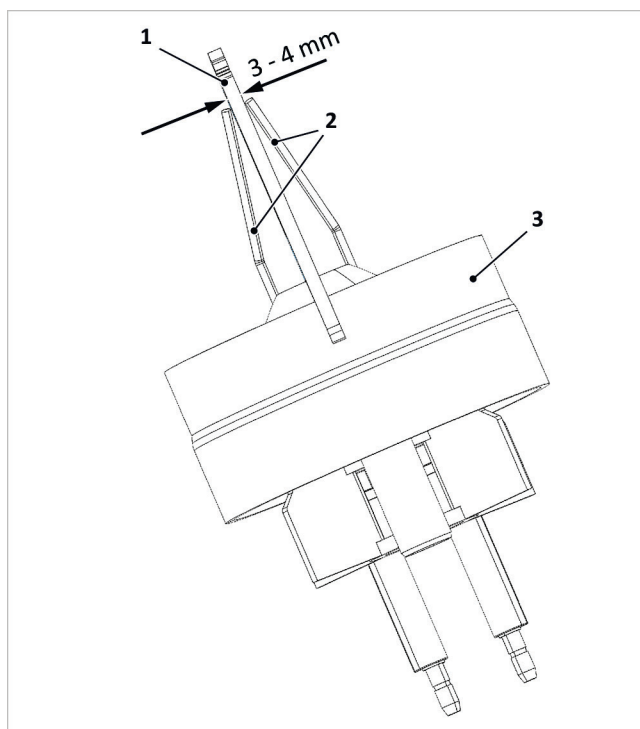

Fig. 143 : contrôle de l'écartement entre les électrodes d'allumage
3. Contrôler l'écart entre les électrodes → conformément à la fig. 143 et le corriger par flexion le cas échéant.